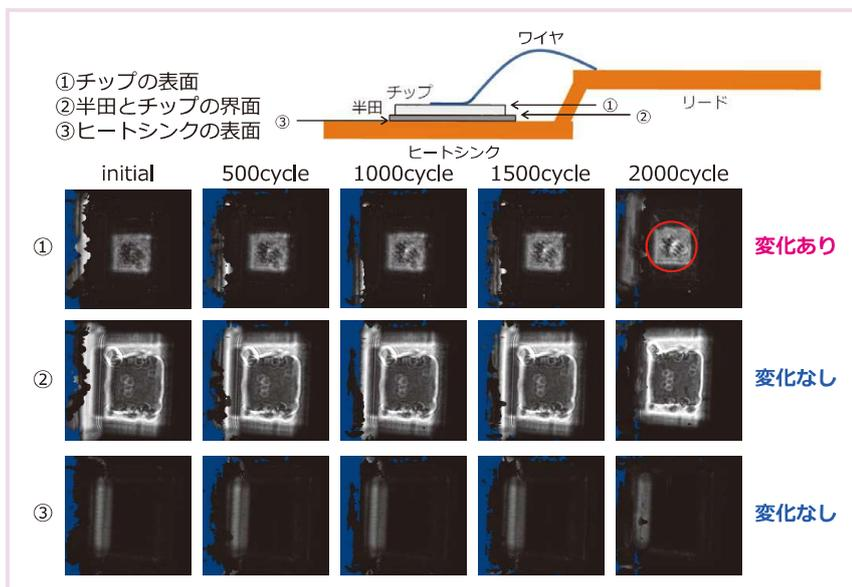

図2 市販ダイオードのパワーサイクル試験におけるサイクル数と超音波探傷画像推移
今回、市販のダイオードを用いて、パワーサイクル、on時に10秒間30 A電流印加-120秒 offを1サイクルとして全2000サイクルの条件下でリアルタイムモニタリングを行いました。超音波はヒートシンク側から入射させ、①チップの表面画像の推移、②チップと半田の界面画像の推移、③ヒートシンクの表面画像の推移をそれぞれ観察しました。超音波探傷画像のサイクル推移を図2に示します。チップ表面の中央付近に欠陥と推察される画像変化が確認され、欠陥はワイヤ接合部で起きていることが確認されました。この欠陥は、故障の予兆と推察され、電流印加時に生じるワイヤ接合部の局所的な発熱が原因と考えられます。本システムで故障解析を行うことにより、少ないパワーサイクル数で短時間に故障の原因や予兆を捉えることが可能となります。更に、故障発生メカニズムを時系列で捉え、現象を理解するのに役立ちます。